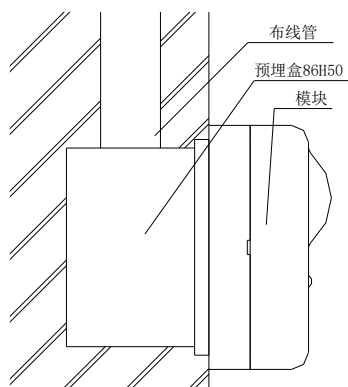
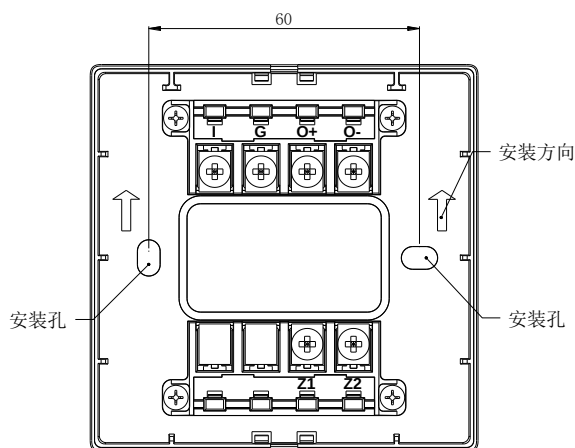

图2 进线管预埋示意图
图3 端子示意图
3. 模块采用线管预埋安装，将底盒安装在 86H50 型预埋盒上，安装孔距为 60mm(参见图 3)，安装示意图如图 2 所示。
4. 模块端子示意图如图 3 所示。